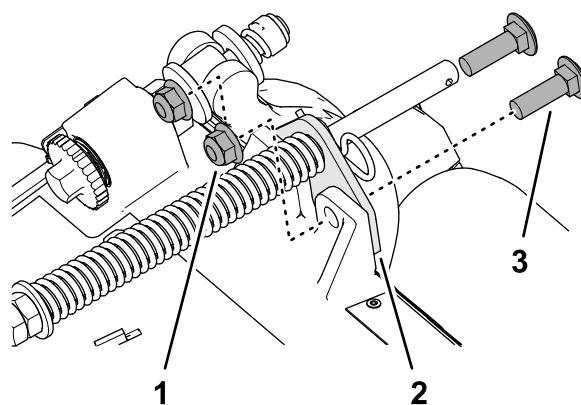

Figura 14
- Retire las 2 contratuercas con arandela prensada ($\frac{3}{8}$ ") y los 2 pernos de cuello cuadrado ($\frac{3}{8}$ " x $1\frac{1}{4}$ ") que sujetan el soporte del muelle de compensación al bastidor de la unidad de corte (Figura 14).